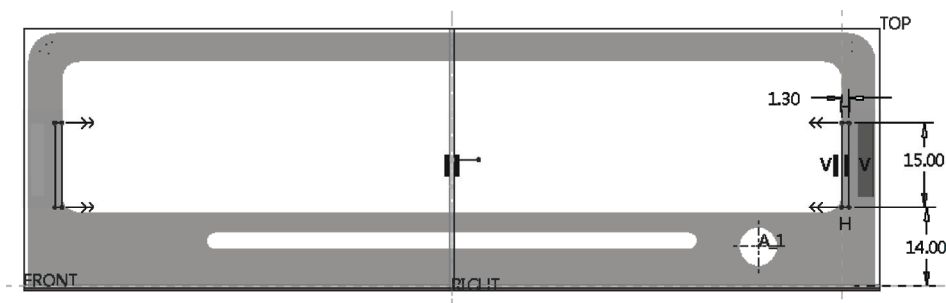

图 12-49 草绘截面
- 4) 草绘如图 12-49 所示的截面，单击  (确定) 按钮。